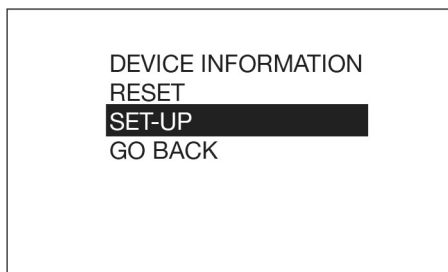

图 24
4. 使用键盘上的向上或向下箭头按钮高亮显示设置（图 24），然后按键盘中央的 ENTER 按钮选择设置选项。